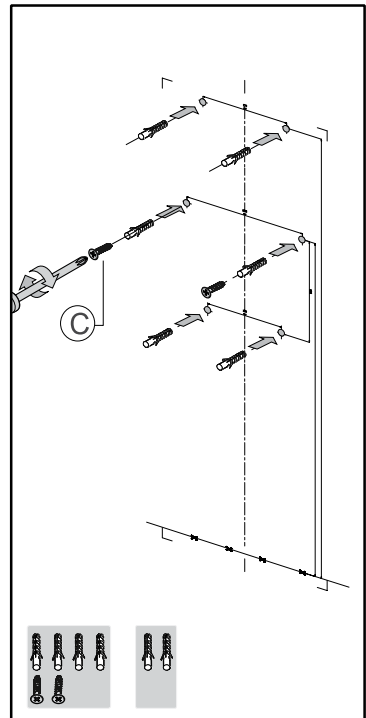

Рис. 10
4. Приложите монтажный шаблон к стене (с учетом минимального расстояния от Вашей варочной поверхности). Отметьте, где должны находиться отверстия (см. рис. 10) и с учетом диаметра дюбелей, просверлите их. Если шурупы и дюбели входят в комплектацию вытяжки, проверьте, чтобы они были пригодны для Вашей стены, на которой будет крепиться вытяжка. Выбирайте дюбели в зависимости от материала, из которого изготовлена стена в Вашей кухне.